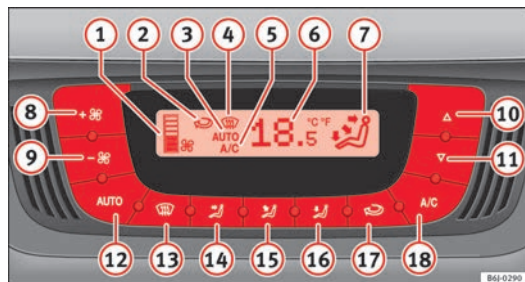

Fig. 107 Sulla plancia della strumentazione: comandi del Climatronic
- Premere i tasti 10 e 11 ⇒ fig. 107 per impostare la temperatura.
- Premere il tasto **AUTO**. Viene visualizzata l'indicazione ⇒ fig. 107 **3**.
- Premere i tasti **10** e **11** ⇒ fig. 107 per impostare la temperatura desiderata nell'abitacolo. Consigliamo una temperatura di +22 °C (+72 °F).
- Premere uno dei tasti compresi tra ⇒ fig. 107 **14** e **16** oppure premere la manopola del ventilatore **8** e **9**. Si spegne l'indicazione **3**.
Il ventilatore si regola tramite i tasti **8** e **9** ⇒ fig. 107. Se la ventola è spenta (sullo schermo non è indicato nessun livello **1**) e se dopo 1 secondo si ripreme il tasto **9**, si spegne il Climatronic. ►
- Per attivare e disattivare la funzione di ricircolo si deve premere il tasto . È attiva se sul display compare il simbolo  ⇒ fig. 107.